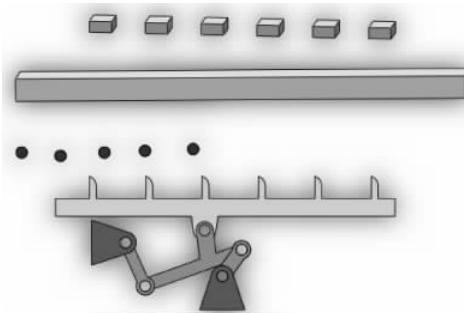

图 3-225 旋转零部件
(14) 为了便于进行配合约束，旋转工作台和工件，单击【装配体】工具栏中的 【移动零部件】下拉按钮 ，选择【旋转零部件】命令 ，弹出【旋转零部件】的属性设置，此时鼠标指针变为图标 ，将零部件旋转至合适的位置，单击【确定】按钮 ，如图 3-225 所示。